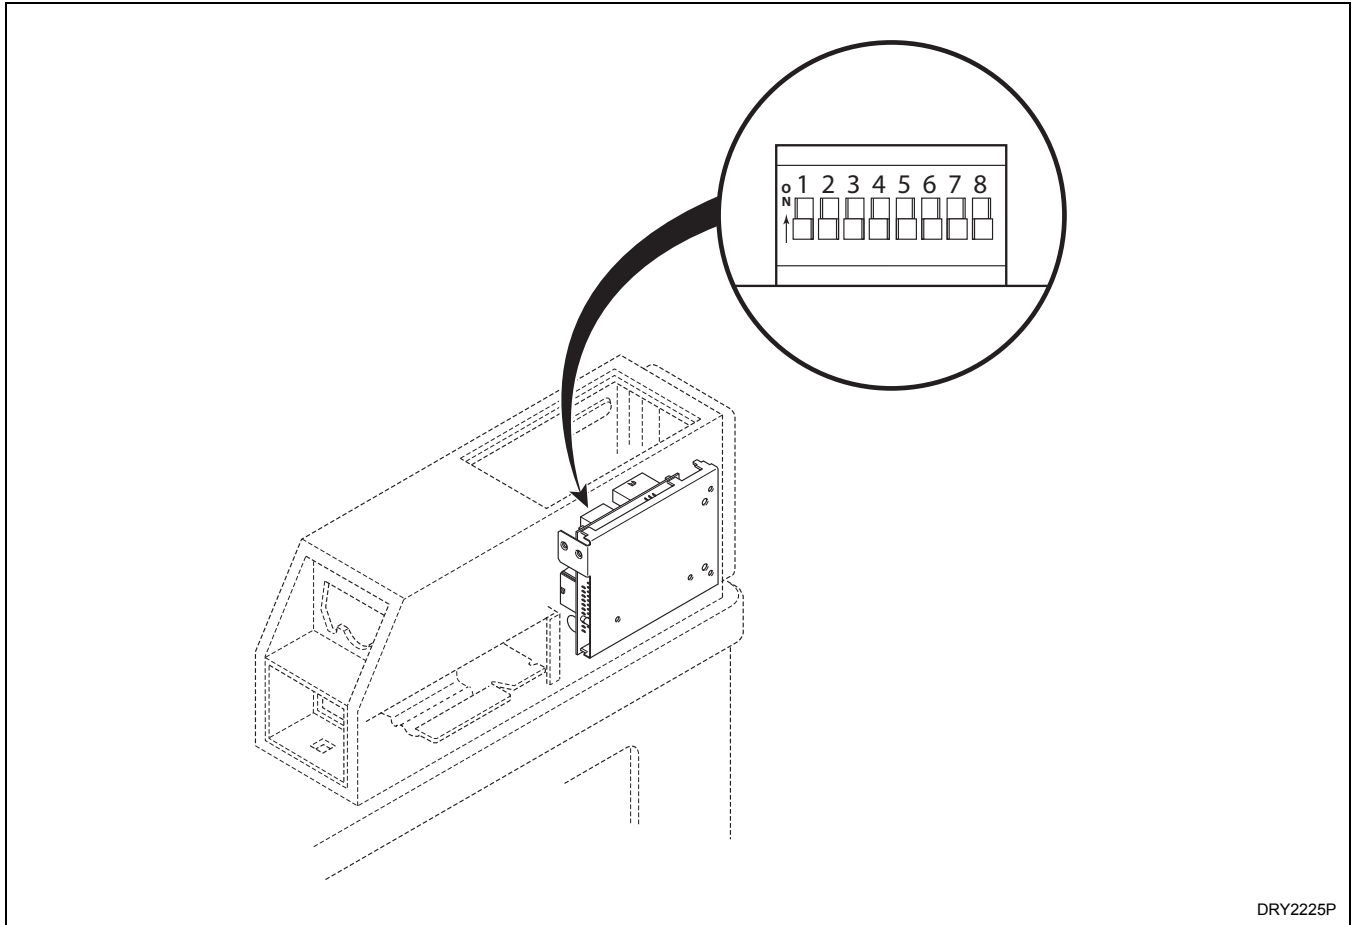

Figure 90
2. Prendre note des réglages des comutateurs DIP. Ensuite, les mettre tous en position arrêt (Off). Se reporter à la *Figure 90*.